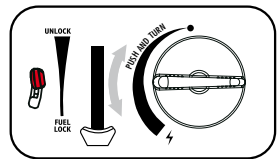

Abb. 5
7. Stellen Sie den Bedienknopf auf die gewünschte Position ein (Abb. 5). Stellen Sie den Kartuschenhebel (6) während des Gebrauchs niemals in die Position „UNLOCK“!